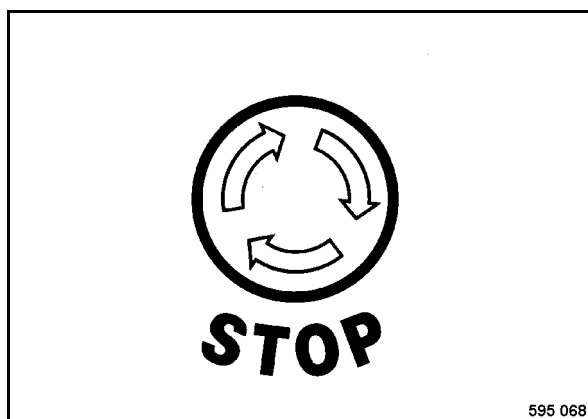

Fig. 101
- Inserire a forza il bottone dell'interruttore per l'arresto d'emergenza (Fig. 101), si blocca nella posizione estrema.